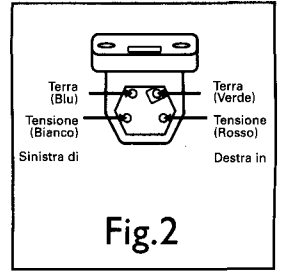

Fig.2
(2) Collegamenti. Gli spinotti di contatto sono classificati a seconda del colore, in accordo con l'International Standard Colour Code (Codice Internazionale Standard dei Colori). Collegare i cavi di presa (quattro) ai corrispondenti spinotti sulla testina (vedi fig. 2).